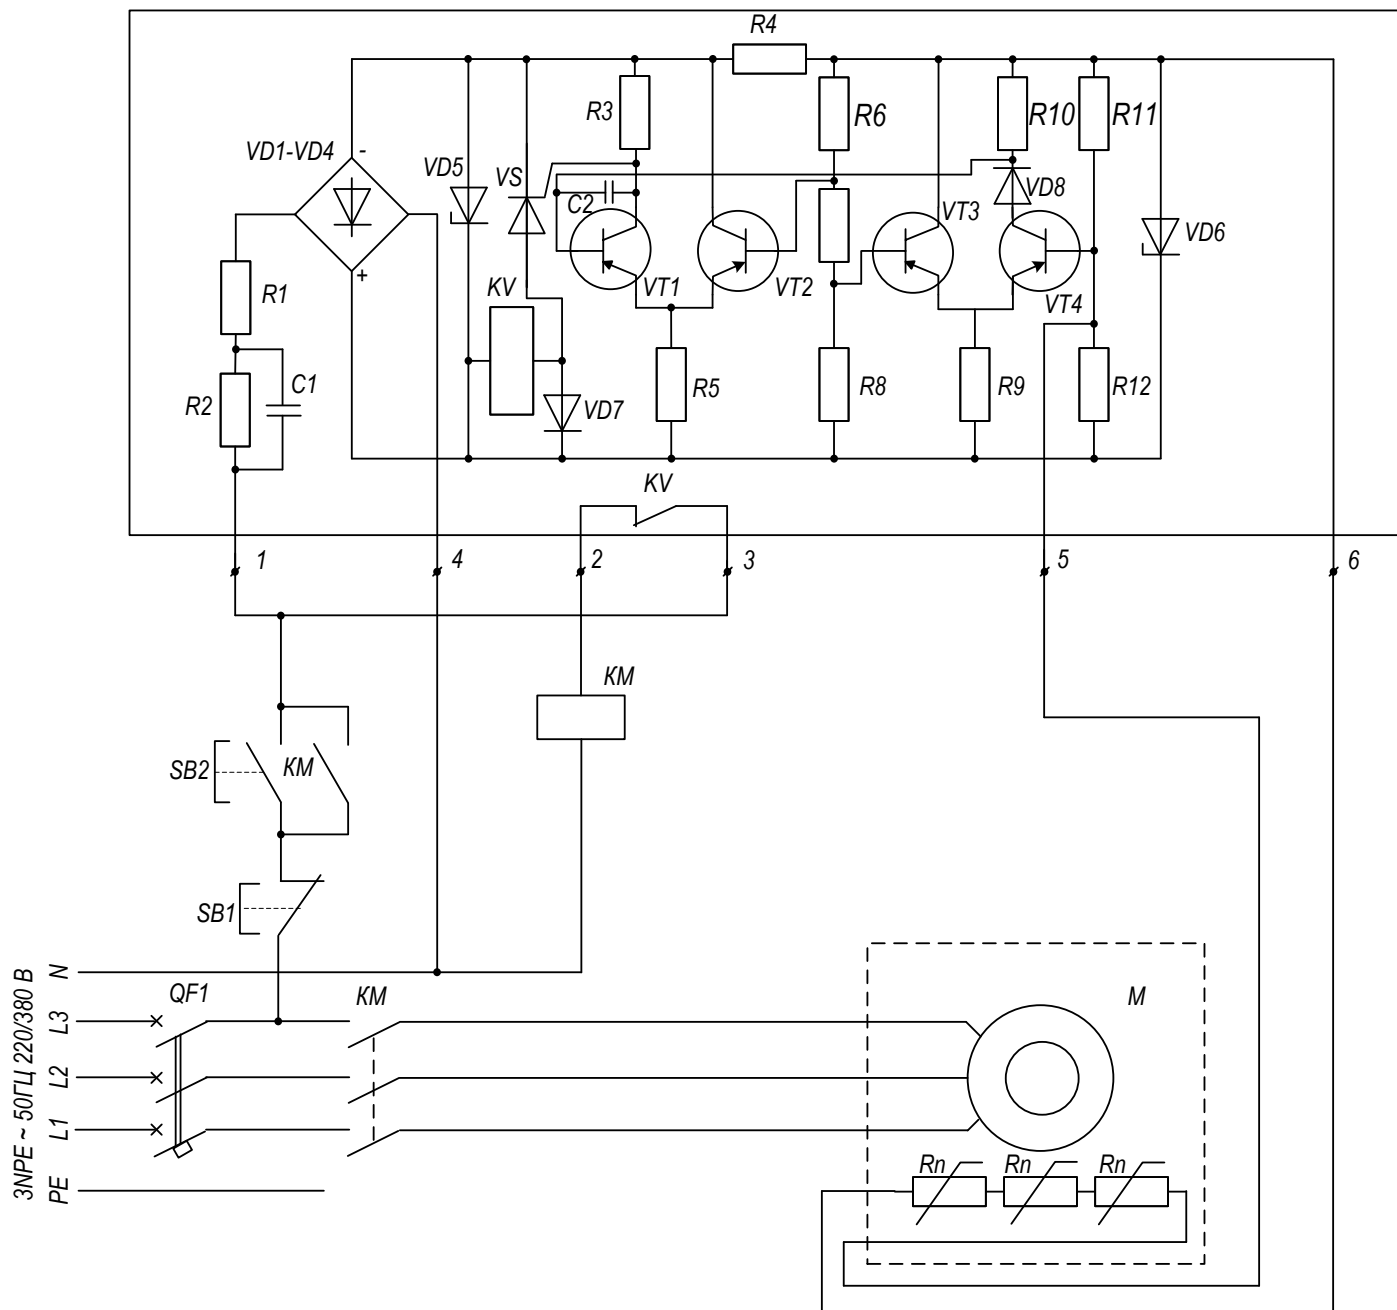

рисунок 2- Схема подключения электродвигателя к УВТ3-1М
2. Собрать рабочую схему подключения электродвигателя к УВТЗ-1М (рисунок 2).